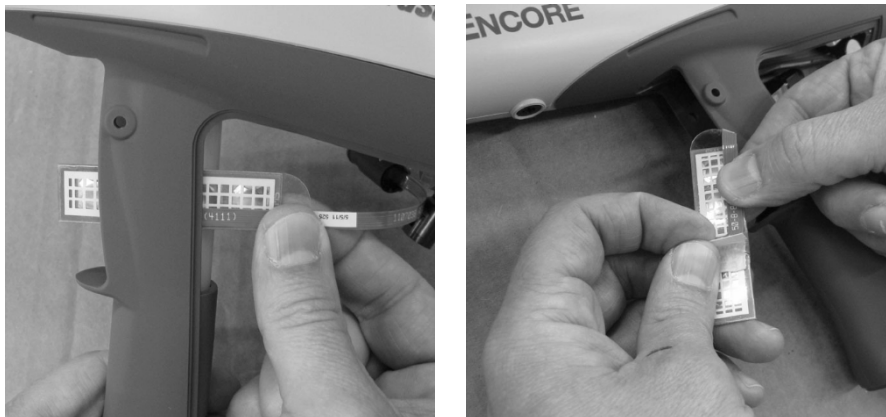

Figura 6-10 Installazione dell' l pulsante di attivazione - Passaggi 1 e 2
1. Vedere la Figura 6-10. Orientare il nuovo interruttore con la griglia rivolta verso l'esterno rispetto al tubo di ingresso, quindi inserire con cautela l'estremità quadrata dell'interruttore attorno al lato sinistro del tubo di ingresso e attraverso la fessura nell'incavo del grilletto.